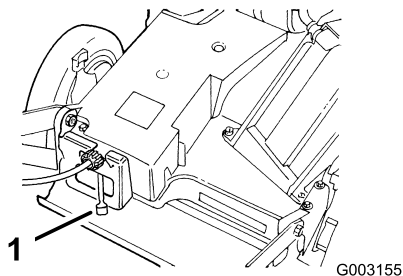

Figura 14
4. Mueva el control de velocidad sobre el terreno a la posición de Punto muerto (N) (Figura 14).